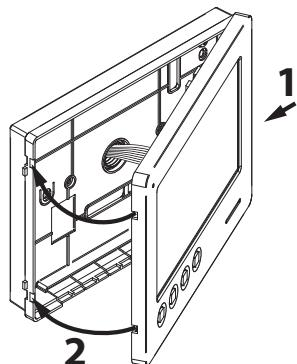

Fig. 7
- Lorsque l'installation est testée et que les réglages nécessaires sont effectués, procéder à la fermeture de l'interphone vidéo comme illustré sur la **Fig. 7**: l'accrocher d'abord sur la partie droite ensuite sur la partie gauche jusqu'au déclic de l'encastrement.